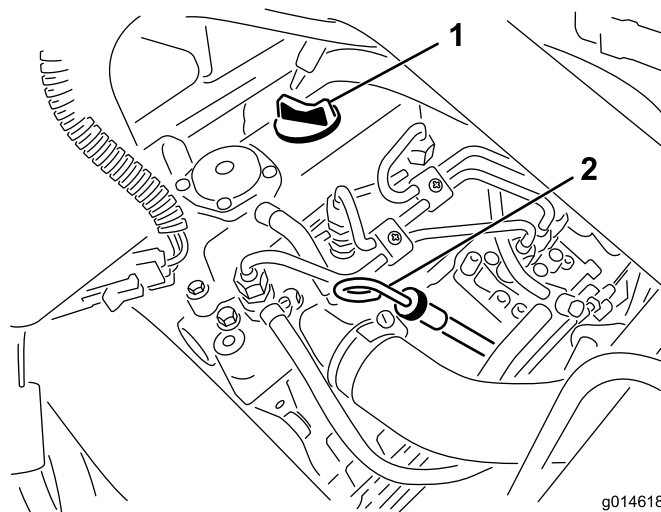

Figure 28
2. Retirez la jauge et essuyez-la sur un chiffon propre (Figure 28). Remettez la jauge dans le tube en l'enfonçant au maximum. Sortez la jauge du tube et vérifiez le niveau d'huile. Si le niveau est trop bas, retirez le bouchon de remplissage du couvre-culasse et